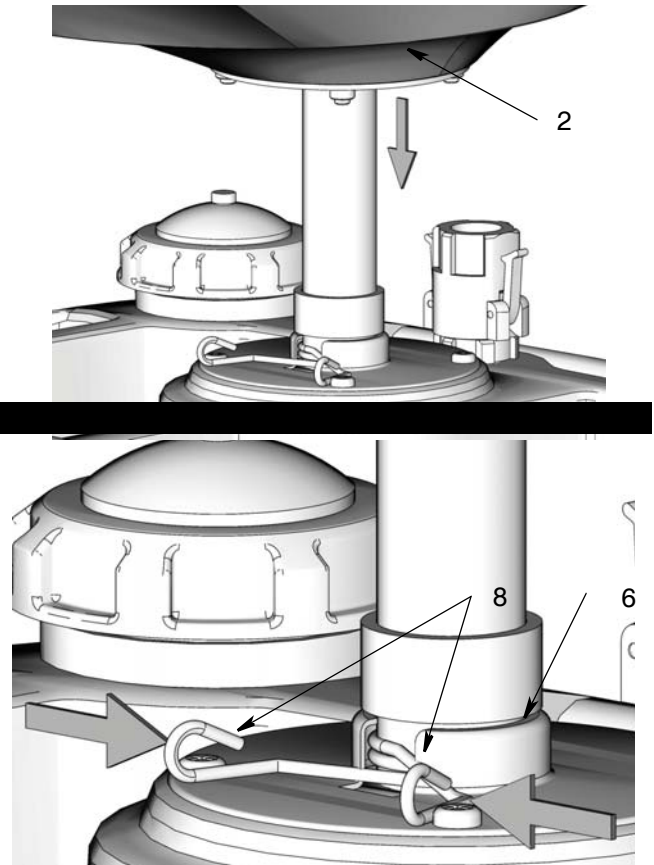

FIG. 4
Lors de la compression du ressort de torsion (8), veiller à ne pas laisser tomber l'ensemble entonnoir (2). Cela pourrait entraîner l'écrasement de vos doigts ou de votre main entre l'ensemble entonnoir (2) et la butée (6). Toujours retenir l'ensemble entonnoir d'une main chaque fois que vous compressez le ressort de torsion (8) pour changer la position de montage de l'entonnoir. Voir la Fig. 4..
1. Lorsque le réservoir de collecte est à un emplacement adéquat pour une vidange, régler la hauteur de l'ensemble entonnoir (2).
2. Presser le ressort de torsion (8) avec une main pendant que vous utilisez votre autre main pour soulever ou abaisser l'ensemble entonnoir (2) à la position souhaitée.